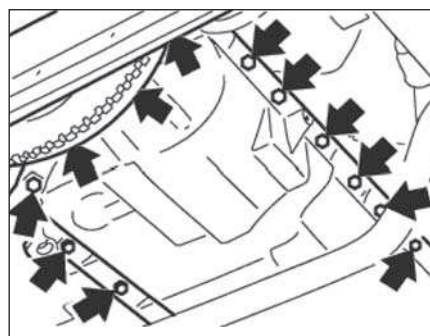

Рис. 3.80. Поддон
- Отвернуть болты (стрелки, рис. 3.80) крепление поддона масляного картера и опустить его. Поддон не возможно вынуть из-под автомобиля, пока не будет снят масляный насос и его приемное устройство. Поддон снимается движением назад. На двигателе установленном на стенде снятие поддона масляного картера не вызывает затруднений.